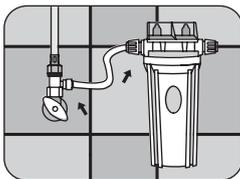

Fig. 19
4. Conectar la manguera de entrada de agua al conector de alimentación y al lado izquierdo del purificador. (Ver Fig. 19).